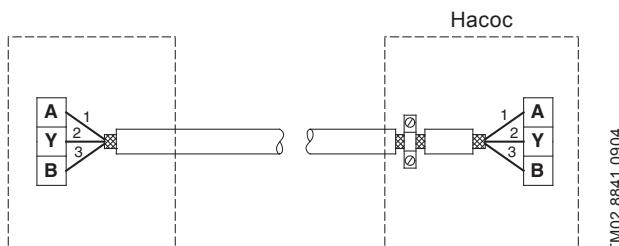

Рис. 12 Присоединение 3-жильного экранированного кабеля
- Если устройство не имеет такого зажима, экранирующую оплетку оставляют с этой стороны неподсоединеной, как показано на рис. 12.